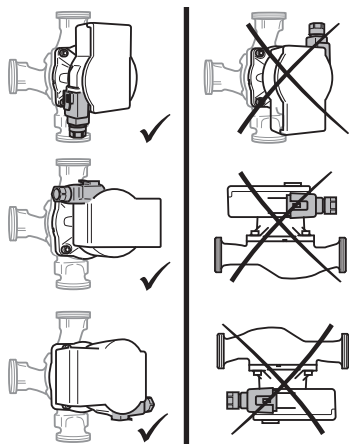

Fig. 2: Positions de montage
- Choisir un emplacement de montage conforme à la position de montage autorisée (Fig. 2).
- Respecter la position de montage autorisée (Fig. 2) pour le circulateur, le cas échéant, faire pivoter la tête du moteur (2 + 6).
- Orienter la vanne d'arrêt supérieure de manière à ce que l'eau qui s'échappe ne goutte pas sur l'automatisme de commande (6).**
- Respecter la position de montage autorisée (Fig. 2) et la flèche de sens d'écoulement figurant sur le corps du circulateur (1).
- Visser les 4 vis du corps (5).